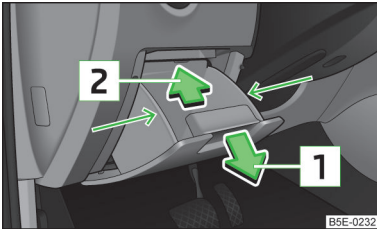

Abb. 207
- › Das Ablagefach seitlich im Bereich der Pfeile fassen » Abb. 207.
- › Die entsprechende Sicherung auswechseln » Abb. 207 auf Seite 238.